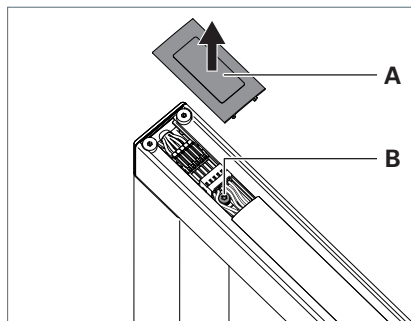

Fig. 6: Punti oggetto del controllo (DGUV V3).
- Rimuovere la copertura **A**, vedi Fig. 6.